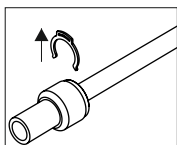

Abb. 1
- 1) Entfernen Sie den Sicherungsbügel von Schnellspanner (falls vorhanden) (Abb. 1).